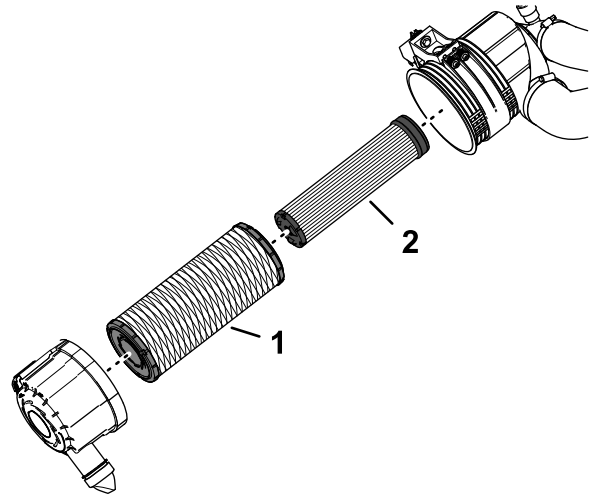

Figura 121
1. Compruebe el elemento del filtro de seguridad (Figura 121). Si el está sucio, cámbielo.
**Importante:** No intente nunca limpiar el filtro de seguridad (Figura 121). Sustituya el filtro de seguridad por uno nuevo después de cada tres revisiones del filtro primario.